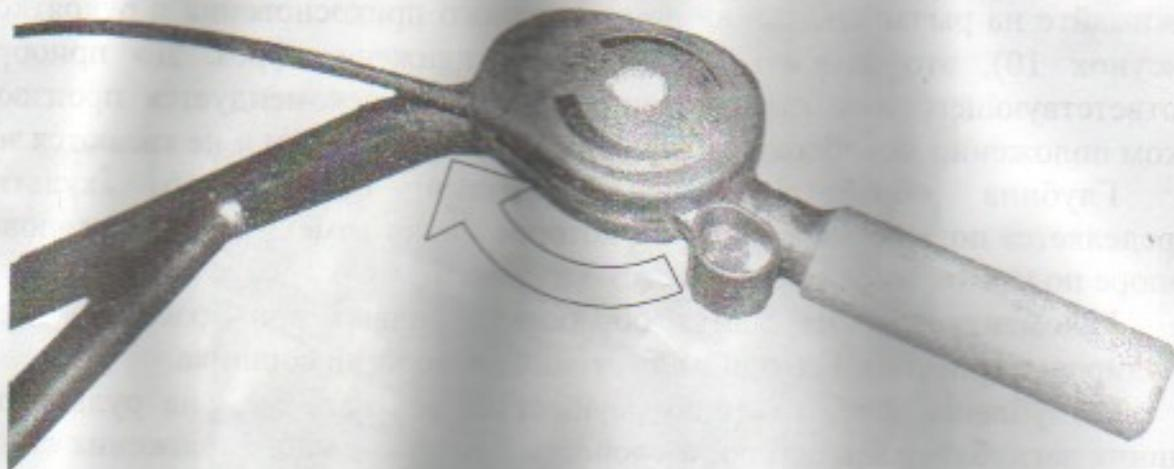

Рисунок 12 – Рычаг управления газом.
- установите рычаг управления газом в положение 1/4 его рабочего хода относительно отметки «MIN» рисунок 12;
Медленно нажмите на рычаг управления газом рисунок 12, плавно увеличьте число оборотов двигателя.